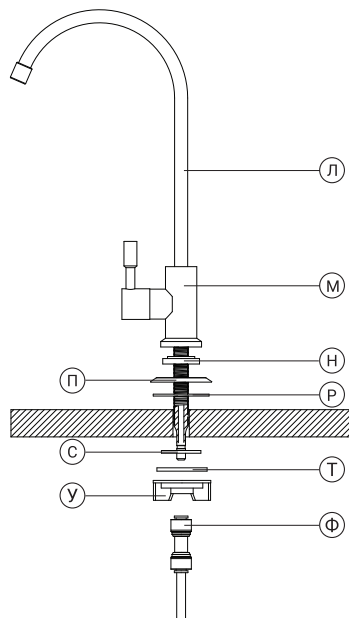

Рис. 13
2. Произведите монтаж крана (рис. 13) в следующей последовательности:
5. Свободный конец синей трубки 1/4", идущей от выхода постфильтра, подключите к фитингу 1/4" (ⓕ) (рис. 13) из комплекта поставки (см. раздел «Присоединение трубок» (стр. 9)).
6. Фитинг 1/4" вместе с установленной в него трубкой подключите к штоку крана чистой воды (см. раздел «Присоединение трубок» (стр. 9) и рис. 13).